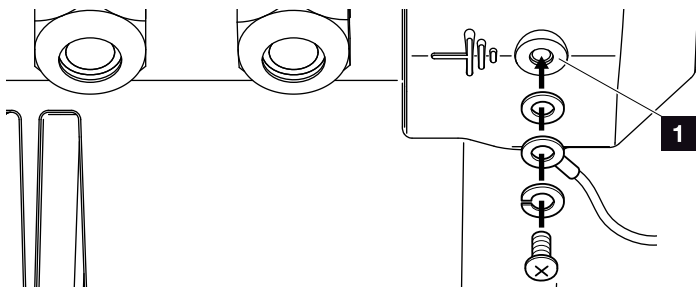

Fig. 24: Collegamento di terra specifico del Paese
9. Nei paesi, nei quali è prescritta una seconda connessione PE, questa va collegata al punto contrassegnato con una coppia di 3 Nm (M6).   **Fig. 24, pos. 1**